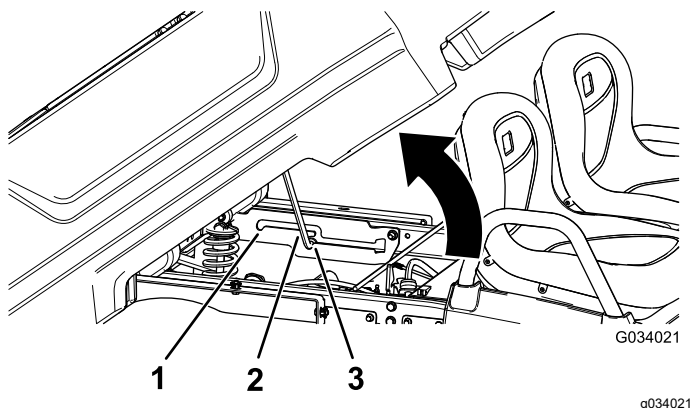

Рисунок 14
2. Введите опорную стойку в паз с фиксацией, закрепляя кузов в положении разгрузки (Рисунок 14).
2. Введите опорную стойку в паз с фиксацией, закрепляя кузов в положении обслуживания (Рисунок 14).
2. Вытяните опорную стойку из паза с фиксацией (Рисунок 14).